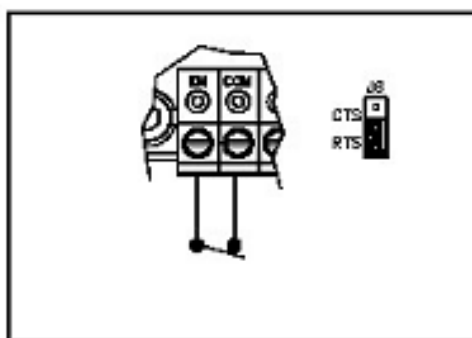

图 14
- 5.1 当“EN”和“COM”端子之间的触点断开且跳线J6设为“RTS”位置时，马达将制动使之迅速停止。(参见图 14)